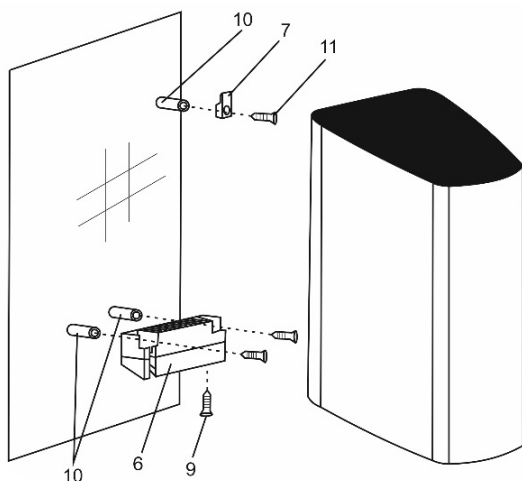

Fig. 4
- (Fig. 4) Insira os bujões (10) no orifício e fixe o gancho (7) e o bloco de suporte (6) na parede.